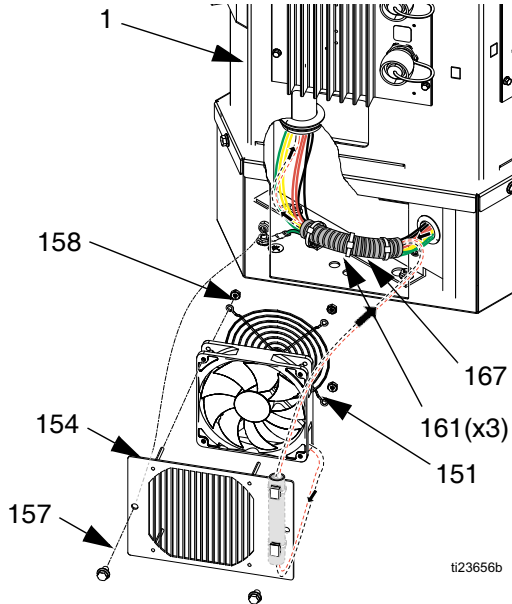

ABB. 57
4. Wellschlauch (167) wieder an Lüfter und Transformatorkabeln installieren. Siehe ABB. 57.